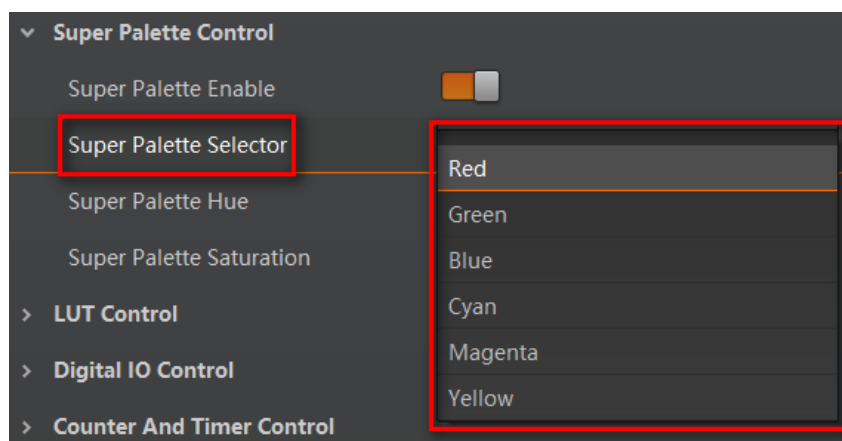

图7-44 颜色区域选择
2. 根据实际需求在 *Super Palette Control* 中选择需要调节的颜色区域，如图 7-44 所示。